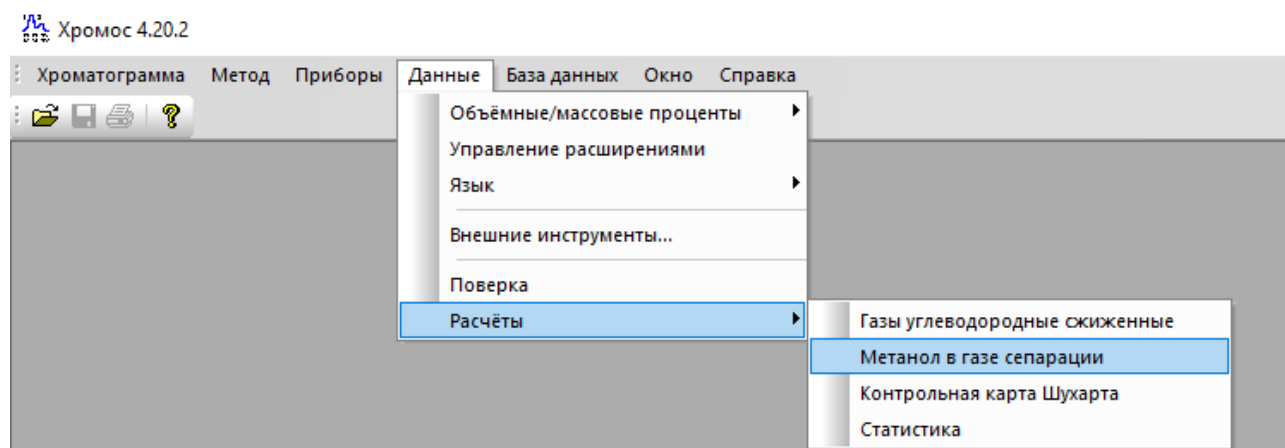

Рис. 2. Запуск дополнения в ПО «Хромос»
2. В меню *Данные* выберите **Расчёты --> Метанол в газе сепарации**. Откроется окно программы (Рис. 2).